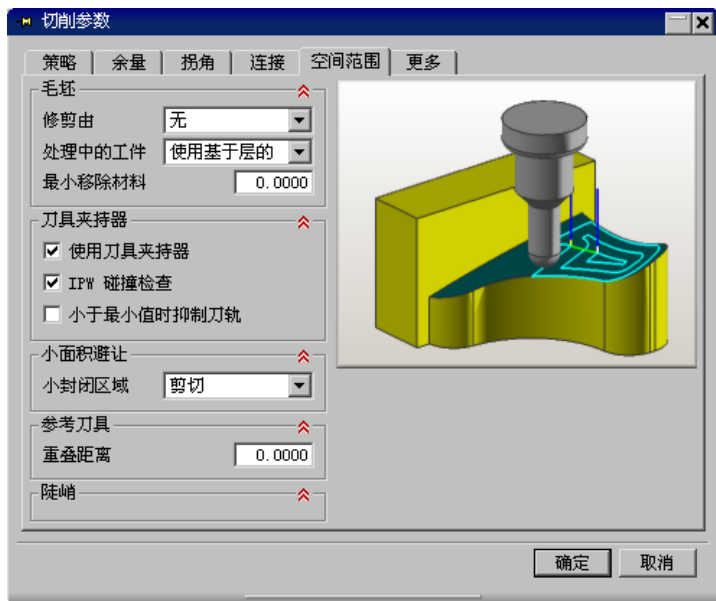

图 10.2.9 “空间范围”选项卡
Step4. 在“切削参数”对话框中单击**空间范围**选项卡,设置参数如图 10.2.9 所示。